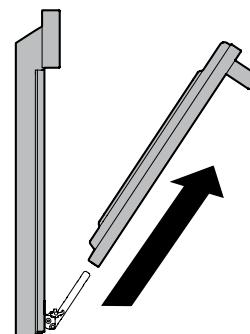

Figure 30: Posición de remoción de la puerta
4. Tire la parte inferior de la puerta hacia usted mientras hace girar la parte superior de la puerta hacia el electrodoméstico para desenganchar completamente las palancas de la bisagra (Figure 30).
1. Sostenga firmemente ambos lados de la puerta del horno en sus costados. No levante la puerta del horno por la manija (Figure 30).